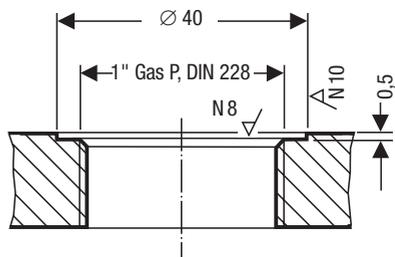

Fig. 4
5. Controllare la superficie di tenuta della sonda e della flangia sulla caldaia. **Fig. 4**
6. Posizionare la guarnizione **C**, in dotazione, sulla sede della sonda. **Fig. 4**. Usare esclusivamente la guarnizione in acciaio inox 1.4301 D 33 x 39 secondo DIN 7603, fornita con la sonda.
- La sede per la guarnizione, sul tronchetto o flangia della caldaia, deve essere lavorata in modo accurato come indicato in **Fig. 4**.